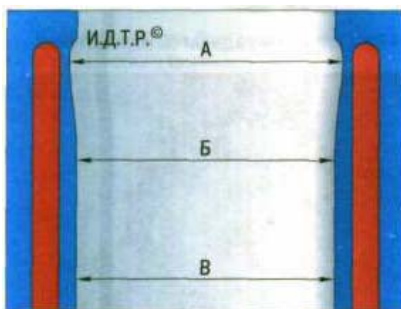

Рис. 5.11 Схема измерения цилиндров: **A** - пояс наибольшего износа; **B** - зона измерения после растачивания и хонингования; **V** - пояс наименьшего износа
3. Определите нутромером фактические диаметры цилиндров. Диаметр цилиндра измеряйте в трех поясах (рис. 5.11). В каждом поясе диаметр измеряют в двух взаимно перпендикулярных направлениях (продольном и поперечном). В зоне над поясом **A** (на расстоянии 5 мм от плоскости разъема с головкой блока) цилиндры практически не изнашиваются. По разнице размеров в этой зоне и в остальных поясах можно судить об износе цилиндров. Номинальный размер цилиндра 76,495-76,505 мм, овальность и конусность не должны превышать 0,0065 мм. Если максимальное значение износа больше 0,15 мм или овальность превышает указан-